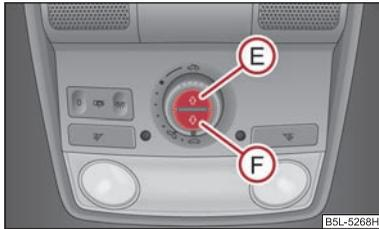

Fig. 35 Tasti per tendina parasole avvolgibile
La tendina parasole avvolgibile si può aprire o chiudere separatamente con il tasto ⇒ fig. 35.
- Per aprire completamente la tendina parasole premere brevemente il tasto **E** ⇒ fig. 35.
- Per chiudere completamente la tendina parasole premere brevemente il tasto **F** ⇒ fig. 35.
Per l'inizializzazione della tendina parasole avvolgibile premere l'interruttore  ⇒ pag. 47, fig. 35 per circa 10 secondi.